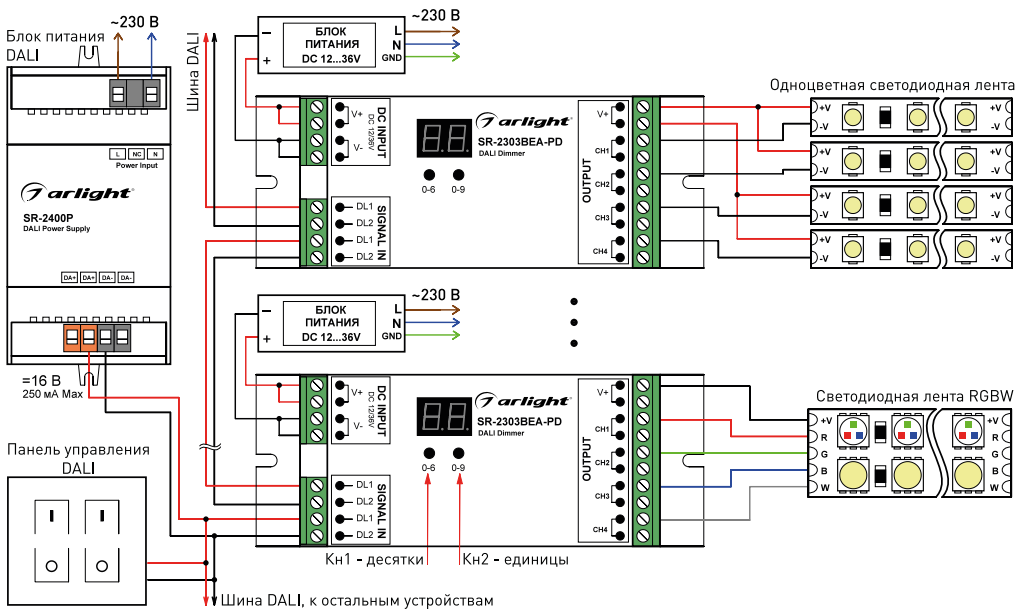

Рис. 1. Схема подключения диммера для использования с одноцветной и RGBW-лентой.
- 3.3. Подключите светодиодную ленту или другой совместимый светодиодный источник света к выходу диммера, соблюдая полярность и порядок подключения проводов (Рис. 1).